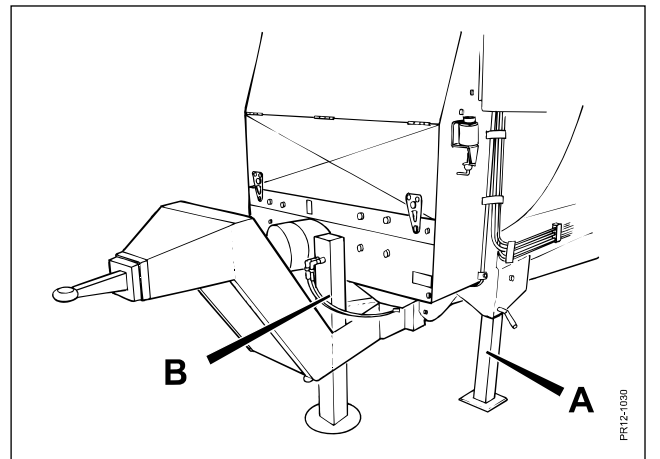

Fig. 4.12
- Fig. 4.12** Vip de to støtteben A ned. Sænk undervognen ved hjælp af støttestoden B. Afmonter karcylinder og gaffel.
- Fig. 4.12** Hæv derefter hele vognen med støttestoden, og vip støttebenene A op på plads.